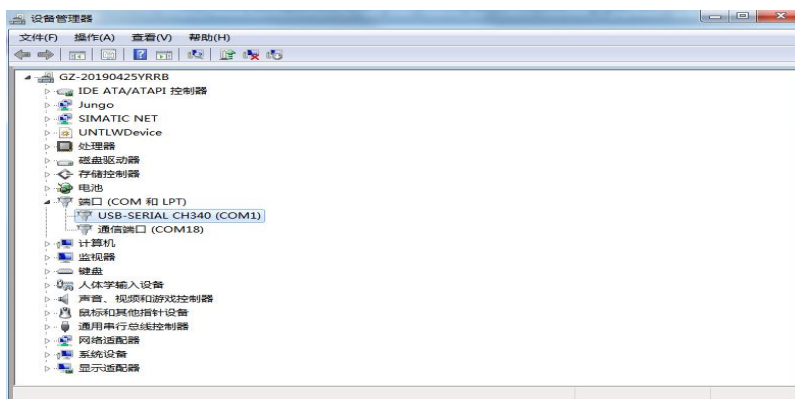

图 7.1.1 模块连接电脑后电脑识别到模块
1) 将模块连接电脑,并安装好相应的驱动,确保 Windows 已经识别到模块,并在设备管理器中能够找到串口号,如图 7.1.1 中 COM1: